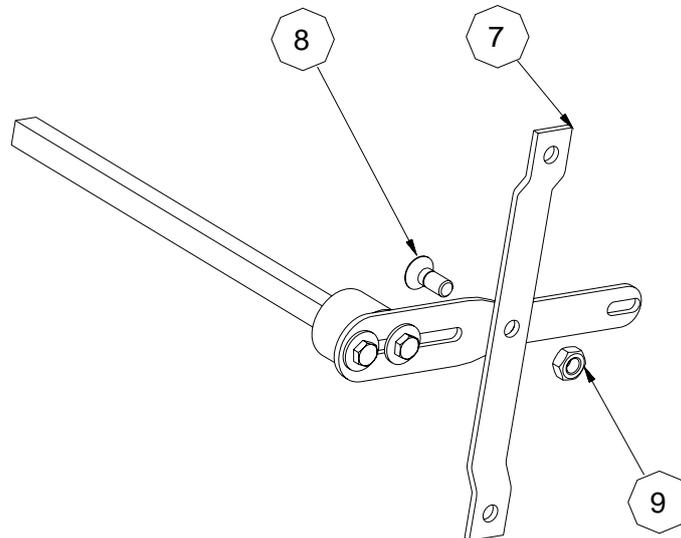

Figure. 3
3. INSTALLATION DE L'ARRIMAGE LIMITEUR: Assemblez un des bras, se trouvant déjà vissés au tireur, à l'arrimage du limiteur (7), en utilisant la vis M10 x 25 DIN 7991 8.8 (8) et l'écrou M10 DIN 985 Autoblock (9) – Fig. 3 –.